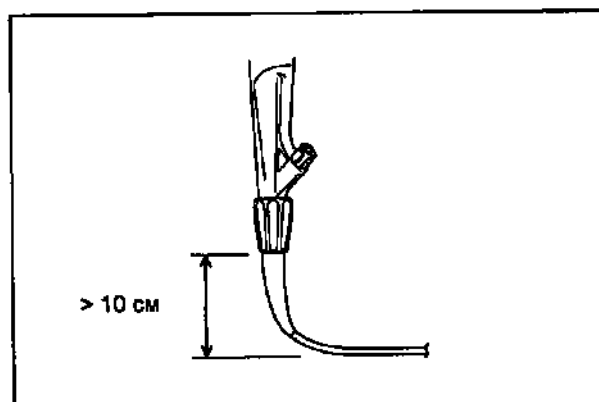

Рисунок 4.2.
- Не допускайте сгибания вводимой трубки на расстоянии 10 см или менее от места прикрепления ограничителя. Это может привести к повреждению вводимой трубки (см. Рисунок 4.2.).